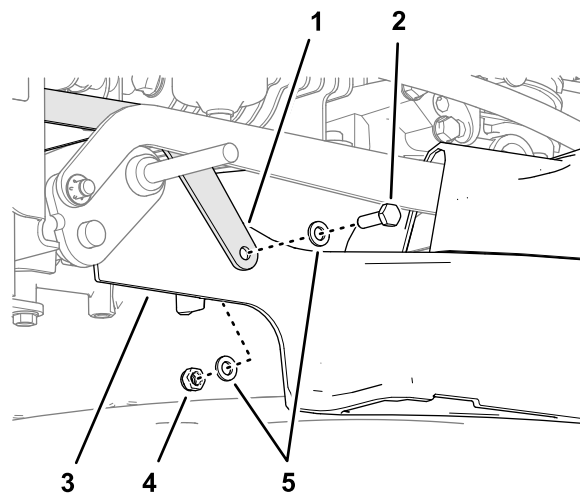

Рисунок 15
1. Совместите отверстие в распорке щетки с отверстием в деке (Рисунок 15).
2. Прикрепите распорку щетки к деке газонокосилки (Рисунок 15) с помощью колпачкового болта (6 x 20 мм), 2 шайб (6 мм) и контргайки (6 мм).